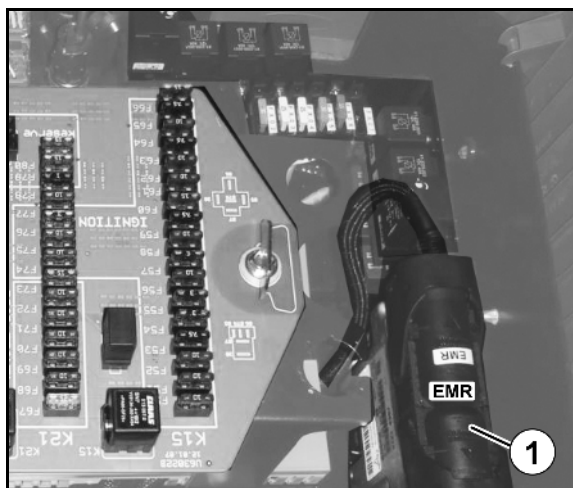

Bild 133
- Dra ut EMR kontakten (Bild 133/1) från styrenheten i hyttens centrala elkrets, som sitter under armstödet till höger om hytten.